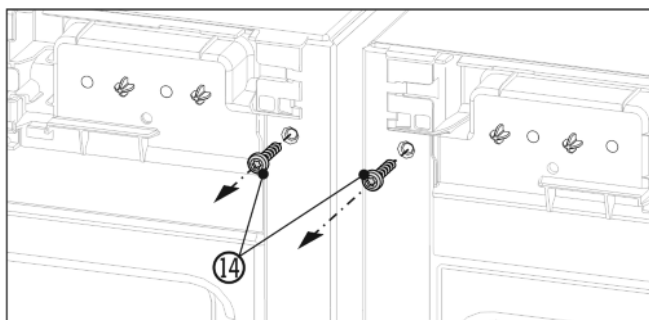

Fig. 6
- Skruva ut båda jordskruvarna Fig. 6 (14) innan du monterar den övre vinkeln.